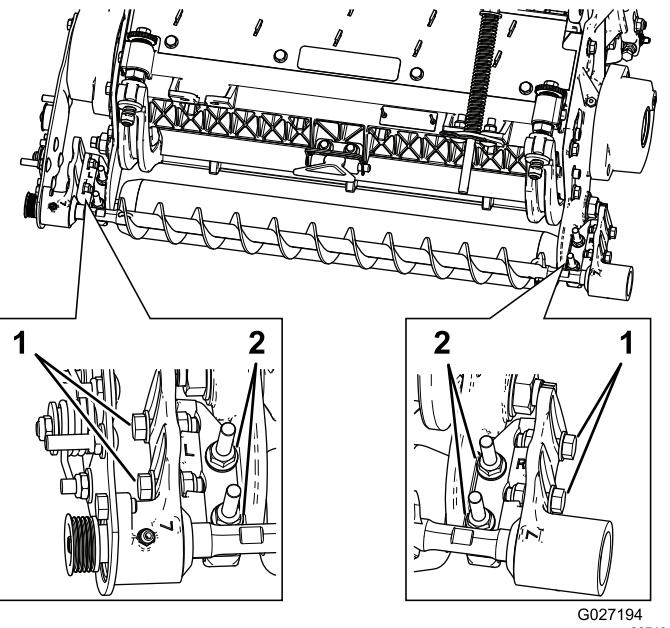

Figure 13
- A. Desserrez les 2 contre-écrous à embase qui fixent le support de la brosse de rouleau à la plaque latérale de l'unité de coupe (Figure 13).
- B. Tournez le logement de roulement de la brosse de rouleau jusqu'à ce que la plaque de la brosse soit parallèle à la plaque latérale de l'unité de coupe (Figure 13).
- C. Serrez les 2 contre-écrous à embase qui fixent le support de la brosse de rouleau à la plaque latérale de l'unité de coupe (Figure 13).
1. Desserrez les 2 boulons qui fixent chaque logement de roulement de la brosse de rouleau au support de montage de la brosse de rouleau (Figure 13).